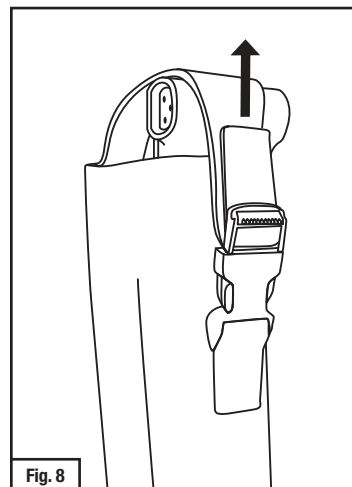
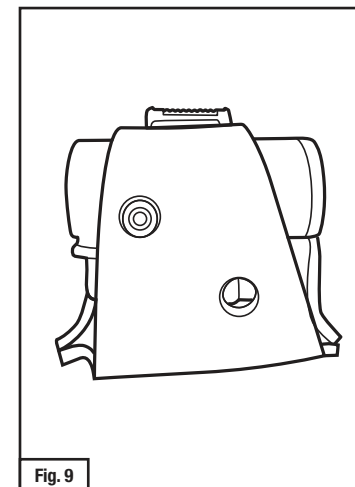

Fig. 8
Fig. 9
6. Avec l'adaptateur et la pile entièrement insérés dans la partie inférieure de l'étui, enclencher la boucle reliant le rabat supérieur et la partie inférieure de l'étui. Tirer la courroie en cuir située sur la boucle pour serrer le haut de l'étui et assurer un ajustement serré (Fig. 8). S'assurer que le témoin lumineux de l'adaptateur est visible à travers les deux trous situés sur le dessus de l'étui (Fig. 9).